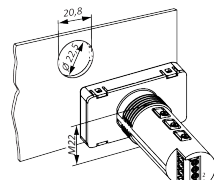

Рисунок 4.1 – Монтаж пристрою щитового кріплення
1. Підготувати у щиті круглий отвір діаметром 22,5 мм (див. *рис. 4.1*).